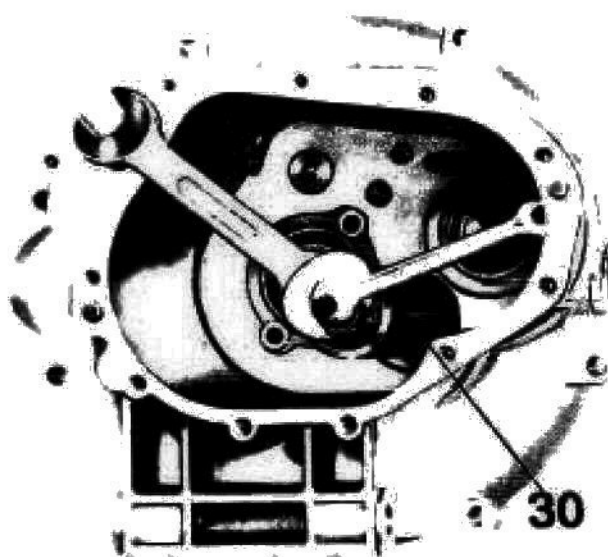

Fig. 92/1
- sfilare l'anello esterno del cuscinetto a rulli per albero secondario a mezzo estrattore n. 14913700 (31 di fig. 92/2);